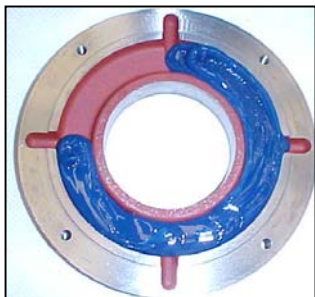

Рисунок 7.8. Внешняя крышка подшипника
- До начала сборки заполните смазкой рекомендованного типа до $\frac{3}{4}$ объема внутренней и внешней фиксирующих крышек (Рисунок 7.8) и смажьте подшипник качения